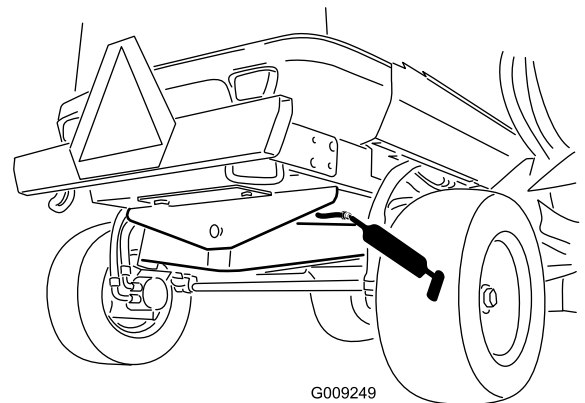

Figura 51
- 1 casquillo de pivote del eje trasero (Figura 51)